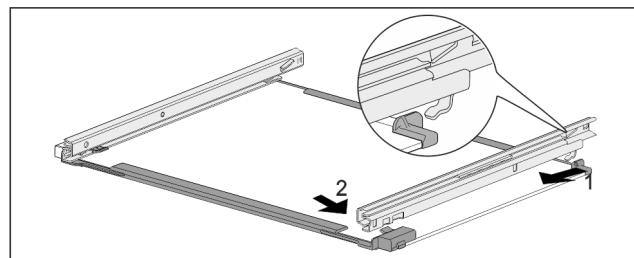

Fig. 174 Скляна пластина з рейками
- Зачепити рейку ззаду. Fig. 174 (1)
- Зафіксуйте рейку спереду. Fig. 174 (2)